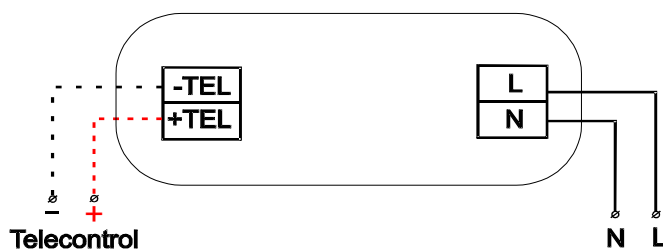

Рис.1.
- 3.3 Присоедините провода питания к 2-ум клеммам L и N (см. рис.1).
- 3.4 В случае использования устройства TELECONTROL, оно подключается к клеммам «+» и «-» маркированных надписью TEL или Telemando. При подключении необходимо соблюдать полярность, сечение провода 0,5-1,0 мм² (см. рис.1).